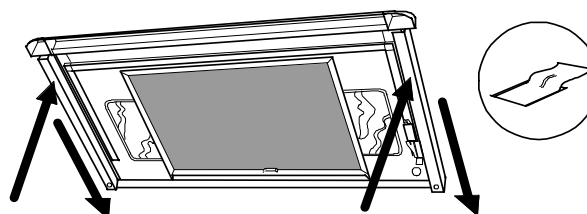

Fig. 10
- 2 Press skjermrammen imot ventilatoren slik Fig. 10 angir samtidig med at skjermrammen skyves bakover.